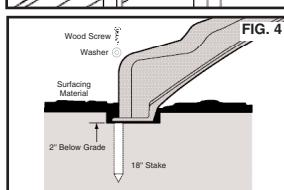

FIG. 4
4. Prepare a level area of ground where the bottom of the slide will rest. **NOTE:** The bottom of the slide should rest 2" below grade (See Fig. 4) At the bottom center of the slide drive a 2" x 4" x 18" stake. The top of the stake should be flush 2" below grade.(See Fig.4)
4. Prepare un suelo nivelado donde la parte inferior del tobogán pueda descansar. **NOTA:** La parte inferior del tobogán debería descansar 2" por debajo del nivel del suelo (Vea la Fig. 4) En el centro inferior del tobogán empuje una estaca de 2" x 4" x 18". La parte superior de la estaca debería quedar alineada por debajo del nivel de 2" del suelo. (Vea la Fig. 4)